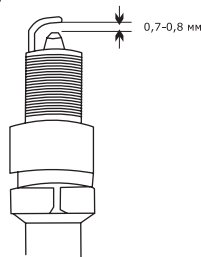

Рис. 19
- Выверните свечным шестигранным ключом, входящим в комплект поставки, и осмотрите свечу (рис. 19). Юбка свечи (между керамической частью и металлической частью) должна иметь желтовато-коричневый цвет.